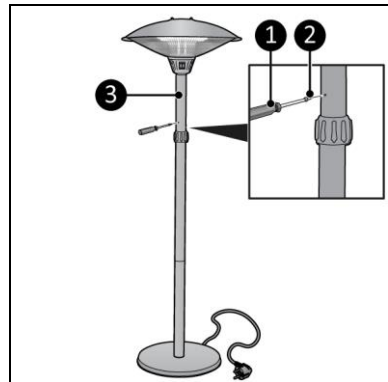

Abbildung 7
7. Lösen Sie den Einstellknopf und schieben Sie das Innenrohr (Abbildung 7, Pos. 3) aus dem verstellbaren Rohr, bis ein Loch zu sehen ist.
8. Setzen Sie eine kleine Schraube (Abbildung 7, Pos. 2) in das Loch und ziehen Sie diese mit einem Phillips Kreuzschlitzschraubendreher (Abbildung 7, Pos. 1) fest.